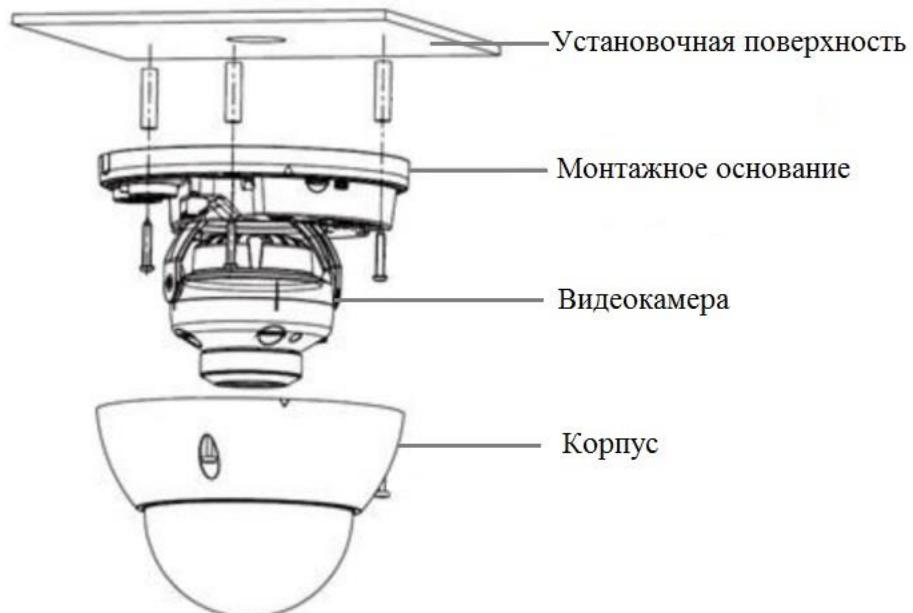

Рисунок 5
4.6 Прикрепите монтажное основание видеокамеры к установочной поверхности (рис.5).